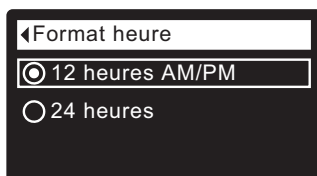

FIG. 57
1. À partir d'un écran d'état dynamique, appuyez sur le sélecteur (O) pour afficher le **Menu principal**.
3. Appuyez sur le sélecteur (O) pour afficher le menu des préférences utilisateur.
5. Appuyez sur le sélecteur (O) pour afficher le menu du format heure (cf. Figure 57).
6. Si le cercle à côté du format souhaité a déjà un point (cf. Figure 57), passez à l'étape 7. Sinon, appuyez sur le bouton BAS (▼) ou HAUT (▲) pour passer à l'autre format, puis sur le sélecteur (O) pour confirmer votre choix.
7. Appuyez sur le sélecteur (O) : l'afficheur revient au menu des préférences utilisateur.